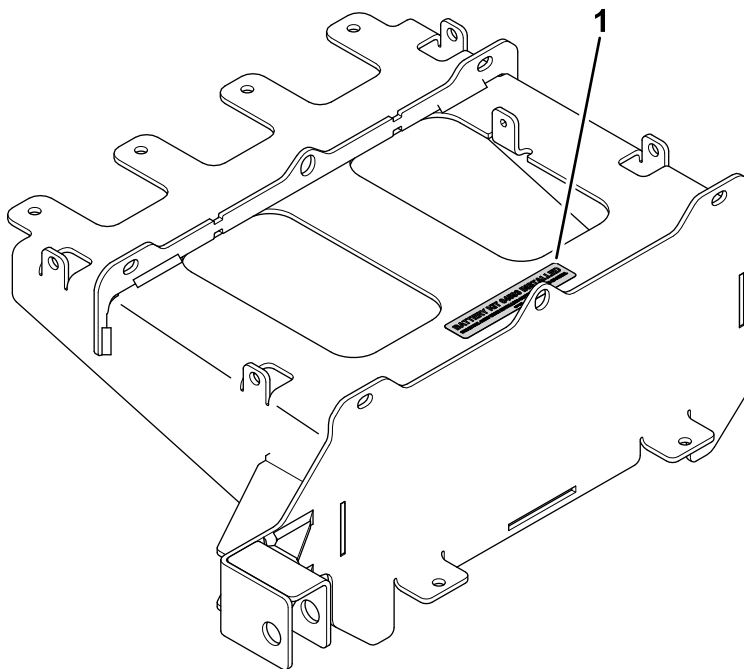

Figura 20
4. Applicate l'adesivo Modello 04593 alla piastra di supporto inferiore come illustrato nella Figura 20.